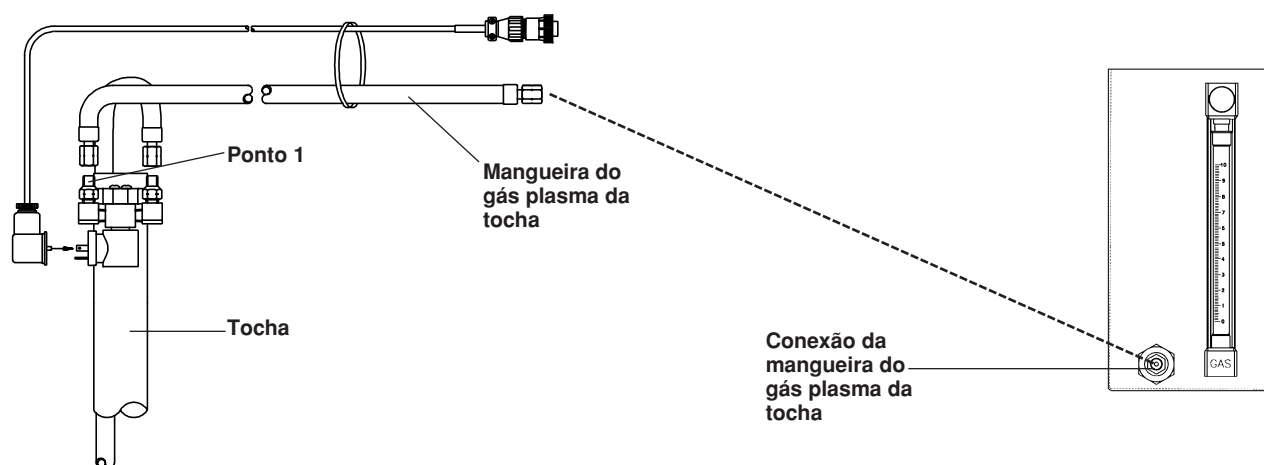

Figura 4-5 Painel de argônio-hidrogênio para pontos de conexão da tocha
3. Remova a mangueira de gás plasma de argônio-hidrogênio da tocha do ponto 1. Veja figura 4-5.